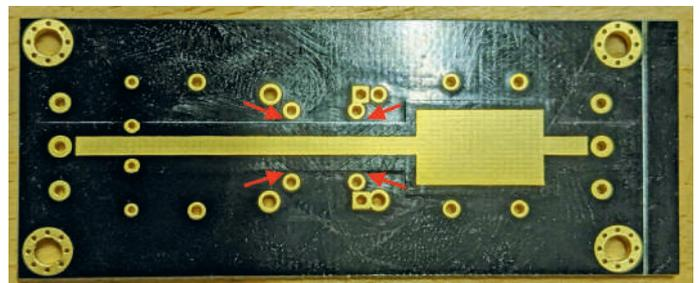

Bild 2. Lötseite der billigen EMV-Filterplatine von eBay. Die Pfeile weisen auf den 0,5-mm-Abstand zwischen den Leiterbahnen hin.
Aber als dieses Filter ankam, konnte ich sehen, dass die Platine zwar nett ist, aber der Hersteller sich überhaupt nicht um die notwendigen Leiterbahnabstände bezüglich Netzspannung gekümmert hat. Wie in **Bild 2** zu sehen ist, beträgt der Abstand zwischen den heißen Leitungen und Erde (PE) etwa 0,5 mm. Ich habe mich nicht getraut, die Platine zu bestücken und dann zu warten, bis sich ein Defekt oder etwas Gefährlicheres einstellt. Beerdigt war der Traum von einer schnellen und billigen Lösung.